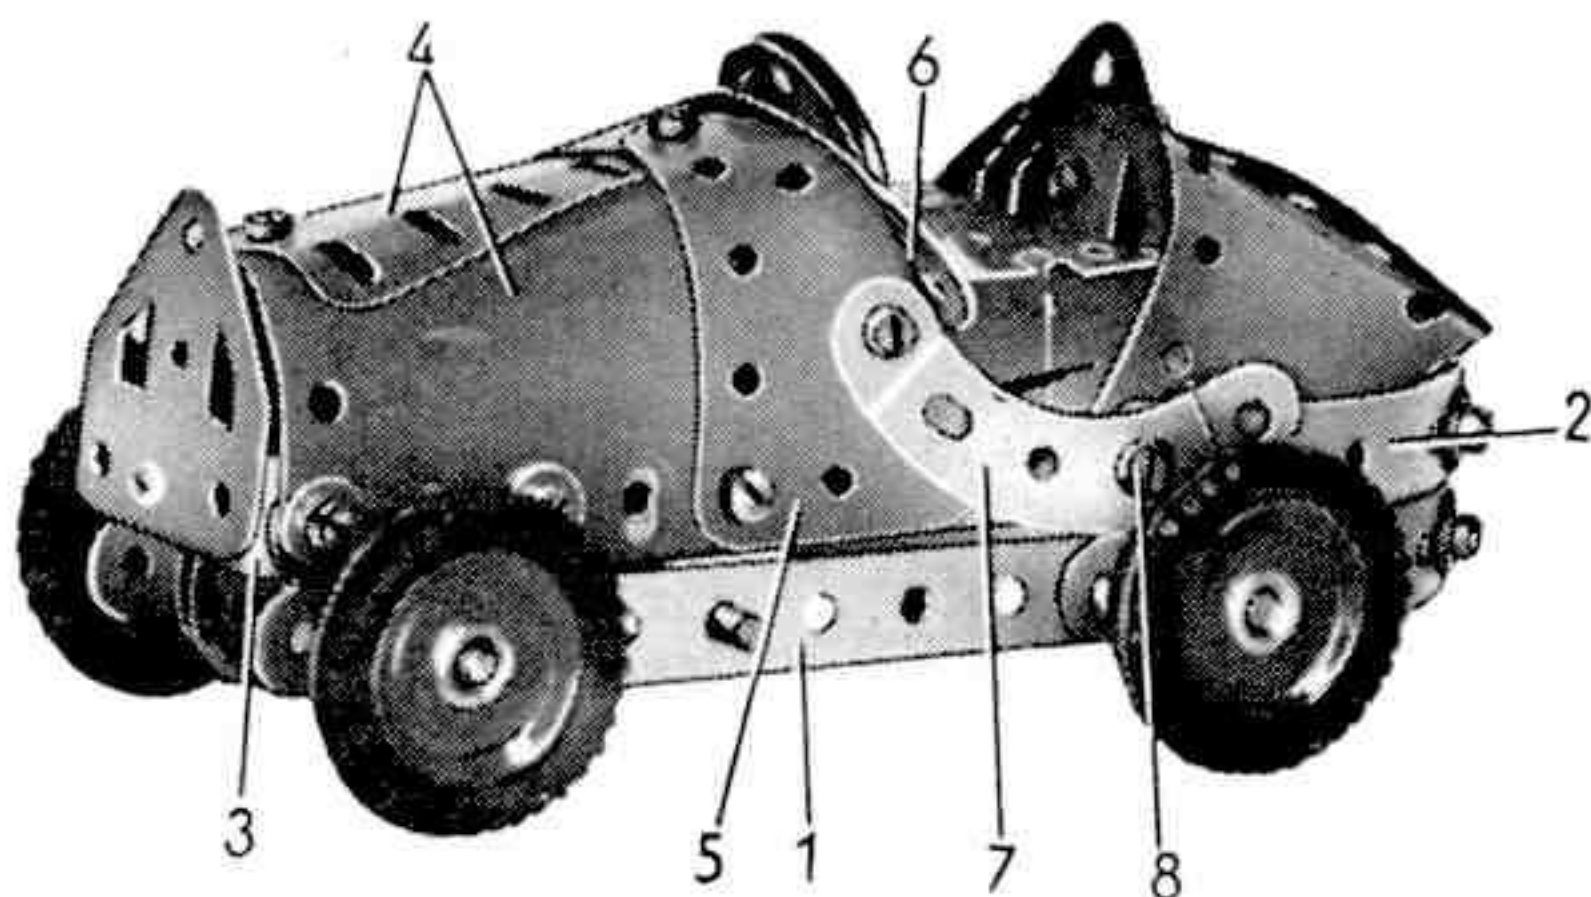

Fig. 1
Le radiateur est une embase triangulée plate boulonnée à l'avant sur la bande coudée (3). Le capot est formé de deux plaques flexibles de 6 × 6 cm. (4) boulonnées chacune sur une des bandes (1) supérieures. Les plaques sont incurvées et réunies sur le dessus du capot comme le montre la figure 1. Deux plaques flexibles triangulaires de 6 × 4 cm. (5) sont également fixées sur les bandes (1) et réunies par leurs pointes. Le boulon qui les assemble tient également une équerre qui porte le tableau de bord et le volant. Ce dernier est une poulie folle de 25 mm. passée sur un boulon de 9,5^{mm}.